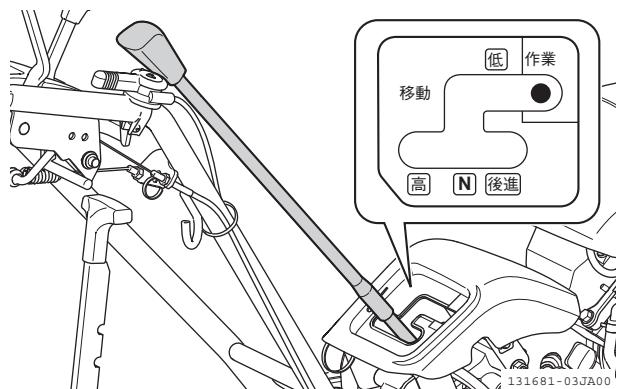

図 3-11 変速レバー
- ミニ耕うん機を耕す場所に移動させ、変速レバーを「作業」位置にします。(図 3-11)